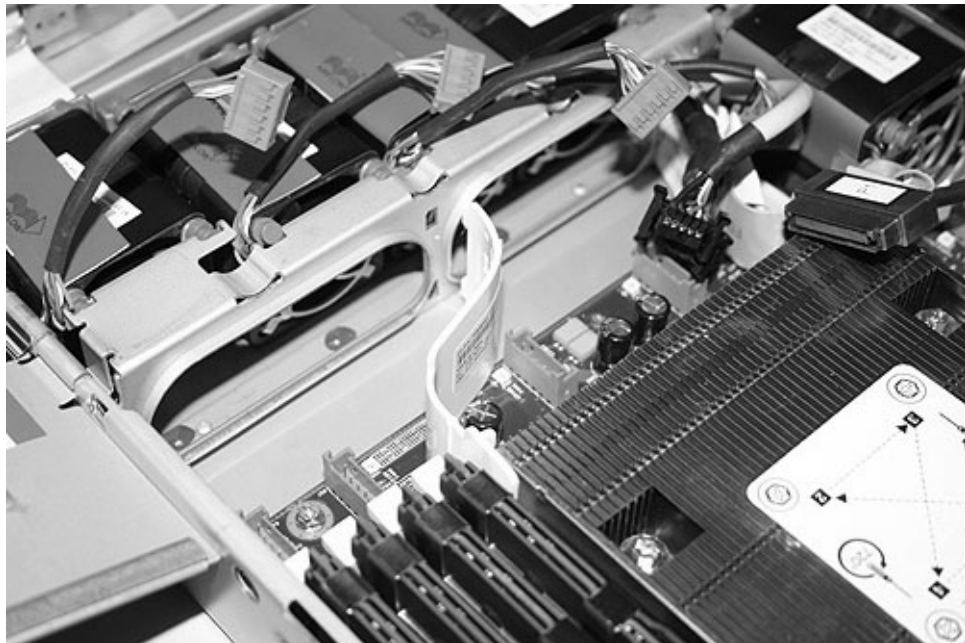

図 289. SAN ボリューム・コントローラー 2145-8G4 システム・ボード上の右側エア・バッフル
9. 右側エア・バッフルを再取り付けします (図 289 を参照)。